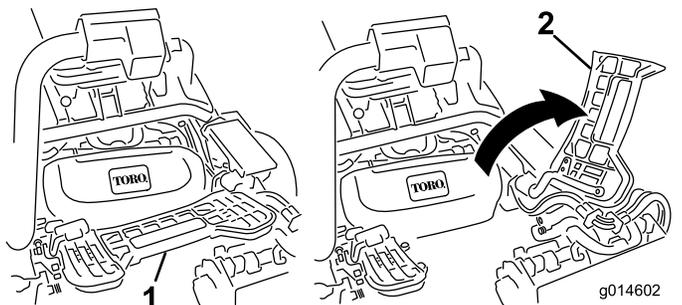

Figure 57
2. Relevez le repose-pieds pour accéder à la position de l'unité de coupe centrale (Figure 57).